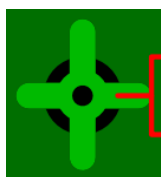

Рис. 68.
3. Создать термобарьер ручным способом – проложить через контакт дорожки с нулевым зазором. Они соединят его с полигоном (рис. 68).